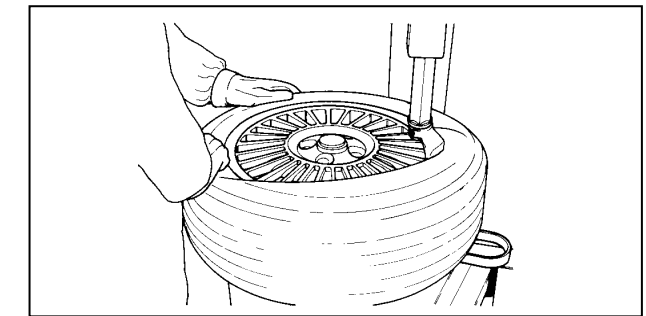

Fig. 13
G. Rotate the turntable clockwise and at the same time push down on the tire sidewall to move the bead into the drop-center of the rim (Fig.13).
G. Faire tourner l'autocentreur dans le sens des aiguilles d'une montre et en même temps, appuyer sur le flanc du pneu pour maintenir le talon dans le creux (Fig.13).